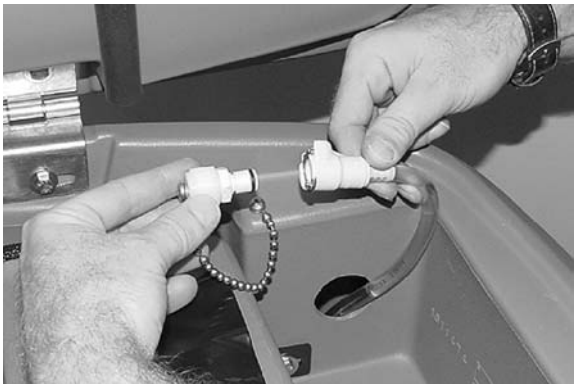

FIG. 53
11. Modèle FaST: branchez le tuyau d'alimentation FaST-PAK sur le bouchon de stockage lorsque vous ne l'utilisez pas (Figure 53). Eliminez toute trace de concentré séché du raccord du tuyau, en le trempant dans de l'eau chaude.